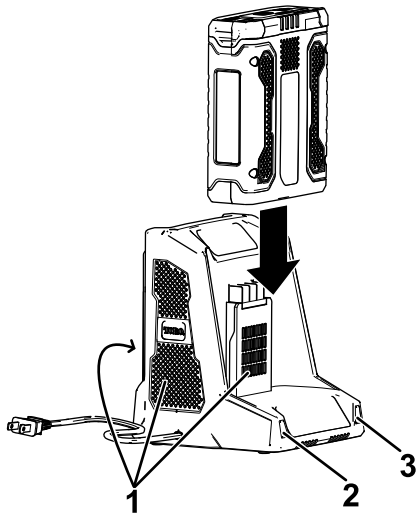

Figure 8
- Glissez la batterie dans le chargeur jusqu'à ce qu'elle soit bien enclenchée (Figure 8).